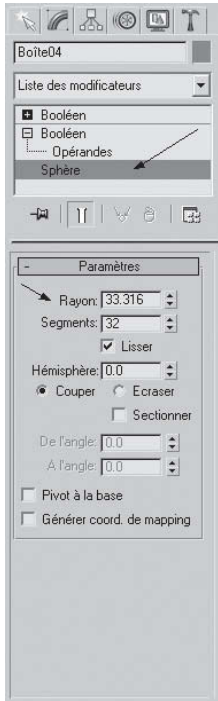

Fig.2.70
- 9 Modifier les paramètres, par exemple le rayon (fig.2.70 et 2.71).